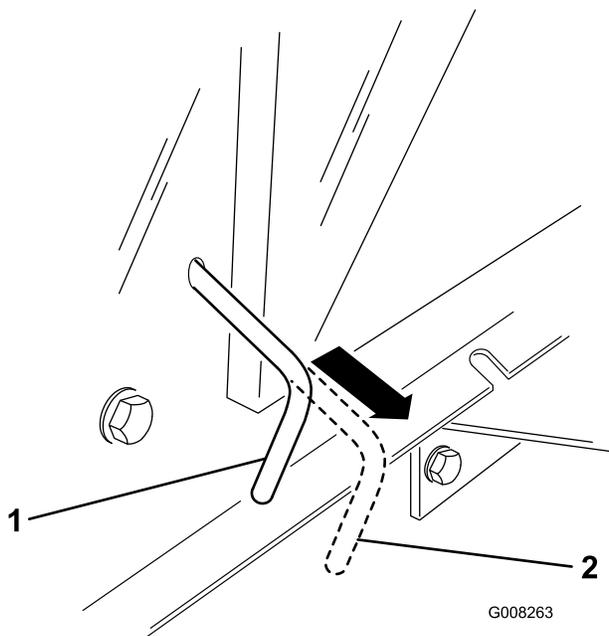

Figura 15
**Nota:** Il sistema di trazione è disinserito, e le ruote girano liberamente (Figura 15).
2. Inserite il comando della trazione in posizione di funzionamento (Figura 15) per ingranare la trazione.